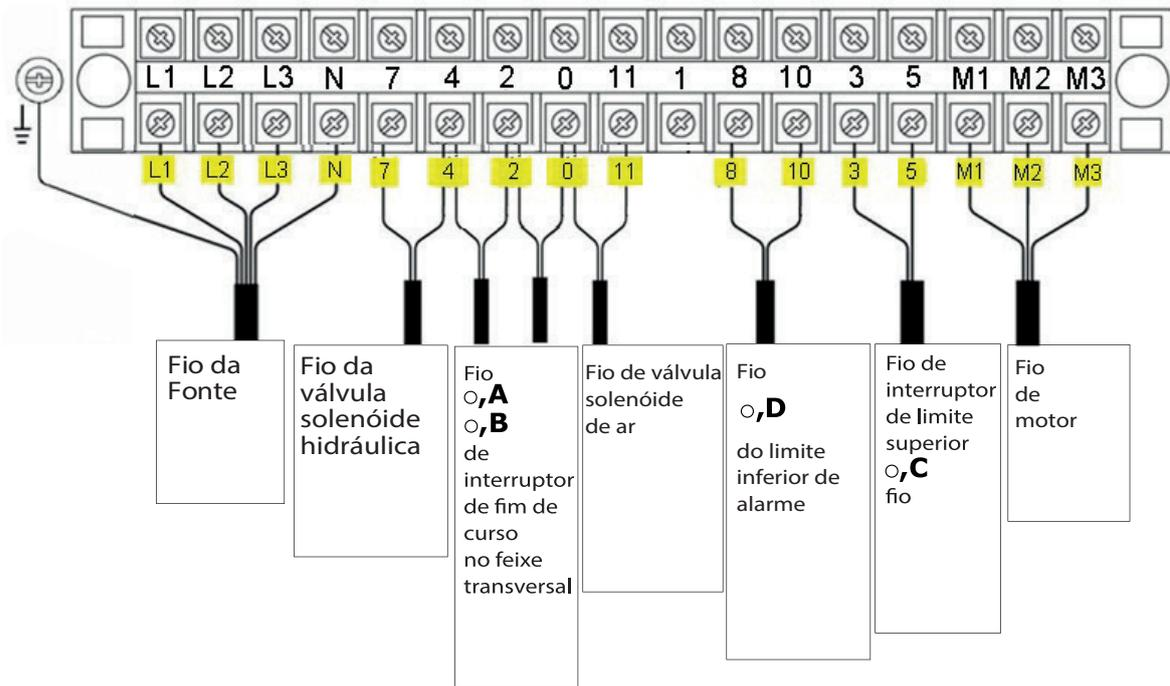

Fig.34
5.1 Diagrama de conexão dos fios na caixa de controle (Ver Fig.34).